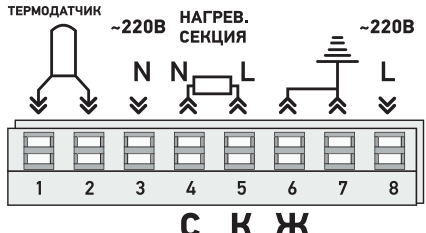

Рис. 2.
- Подключите к клеммам провода, строго соблюдая порядок, указанный на рисунке (Рис. 2). Присоединяемые провода должны иметь сечение 0,75-2,5 мм², в зависимости от мощности нагревательных приборов. Нагрузка мощностью более 3500 Вт подключается через магнитный пускатель.